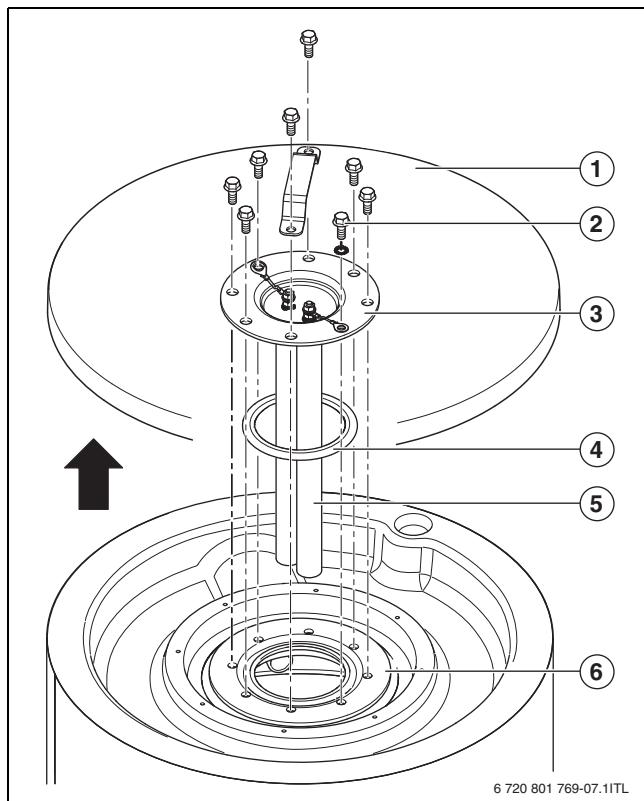
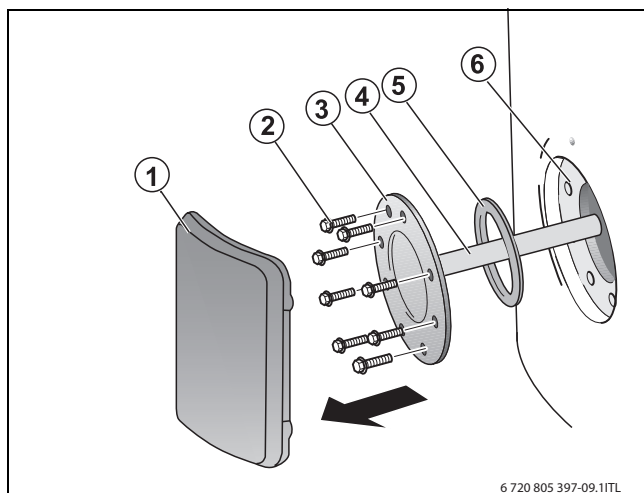

Fig. 17 Démontez le couvercle de la trappe de visite SU54/5
Fig. 18 Démontez le couvercle de la trappe de visite SU80/5, SU100/5
- ▶ Retirer le recouvrement de l'habillage (SU54/5) (→ fig. 17, page 47, [1]) ou le couvercle de la trappe de visite (SU80/5, SU100/5) (→ fig. 18, page 47, [1]) du ballon ECS.
- ▶ Démontez la trappe de visite (→ fig. 17, page 47) si ce n'est pas encore le cas.